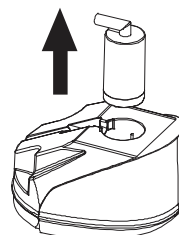

Fig.3
2. Nehmen Sie den Filter nach oben hin aus dem Wassertank. (Sie können Wasser auch durch den Filter in den Tank schütten.) (Fig.3)